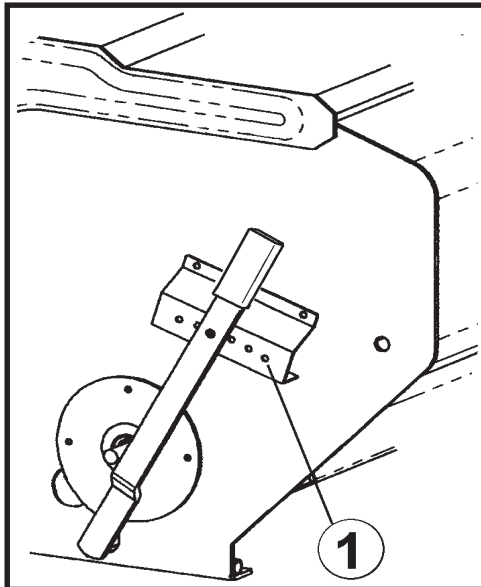

fig. 2
- 5) Placer le LEVIER DE REGLAGE DU PAS DES SEMENCES (fig. 2) dans la position recommandé selon le type de semence qu'on semera, en accord avec le tableau de la pag. 19.